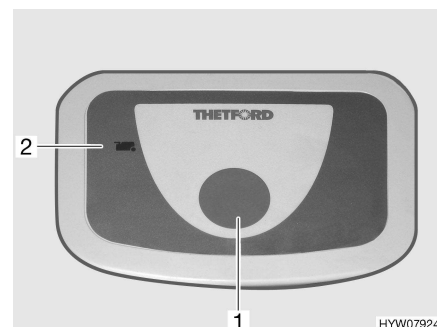

Bild 111 Spolknapp/kontrollampa (Thetford-toalett)
- För att spola, tryck på den blå spolknappen (Bild 111,1).
Kontrollampan (Bild 111,2) lyser när latrintanken måste tömmas.